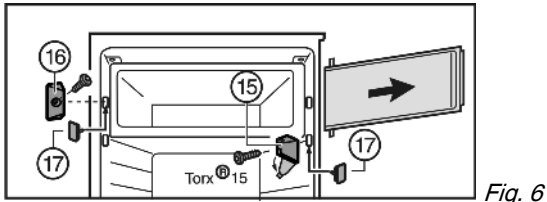

Fig. 6
- ▶ Откройте крышку на опорном кронштейне Fig. 6 (15).
- ▶ Открутите опорный кронштейн Fig. 6 (15) с дверцей камеры.
- ▶ Открутите запирающий элемент Fig. 6 (16).
- ▶ Закройте образовавшиеся отверстия прилагающимися пробками Fig. 6 (17).